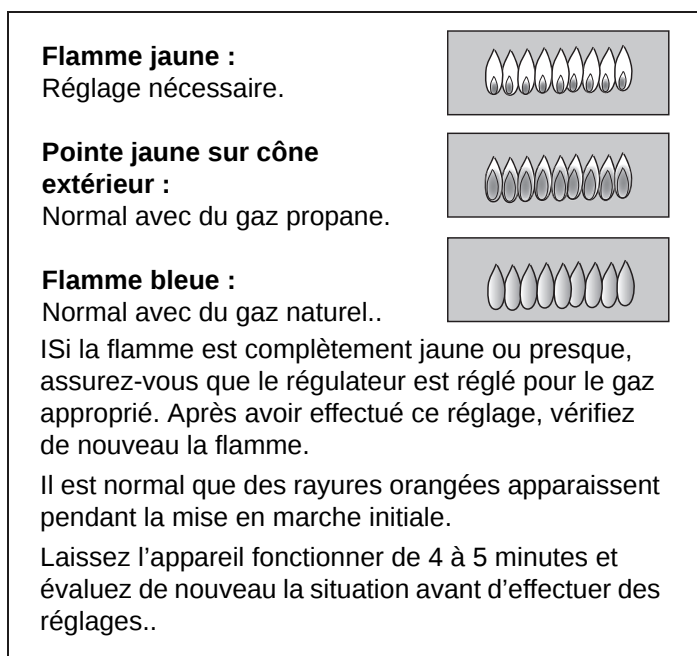
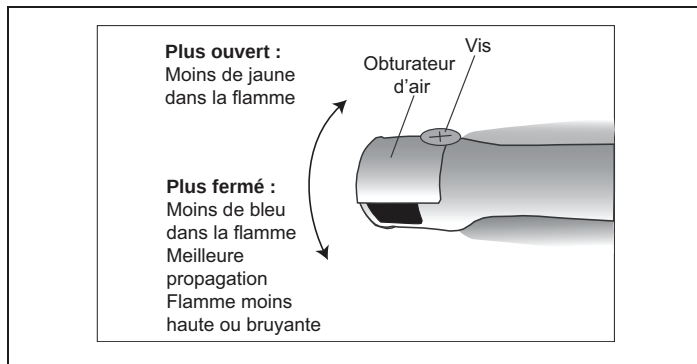

Figure 11 : Caractéristiques de flamme
Figure 12 : Ajustement des obturateurs d'air (si nécessaire)
Flamme : réglage haut. Tournez le bouton à la **position HI**. Consultez la figure 11 pour connaître les caractéristiques d'une flamme qui est considérée comme correcte.
Lorsque le brûleur est allumé, jetez un coup d'œil à la flamme (consultez la figure 11 pour connaître les caractéristiques d'une flamme normale). Si une partie ou la totalité de la flamme est jaune, vous devez ajuster l'obturateur d'air du brûleur (consultez la figure 12 et le processus d'ajustement de la flamme à la section suivante).
Les brûleurs en forme de tuyaux utilisés avec les appareils Thermador sont munis d'obturateurs d'air semblables à ceux de la figure 12. Ils peuvent être ajustés de la façon suivante (à moins qu'il soit déconseillé de le faire). Vous devez enlever le brûleur de l'appareil pour ajuster les obturateurs d'air.
- Ajustez l'obturateur à une position plus fermée si la flamme est trop élevée ou bruyante, ou si elle se propage mal. Ajustez l'obturateur à une position plus ouverte si la flamme est trop jaune (figure 12).
- Répétez cette procédure au besoin jusqu'à ce que les caractéristiques de la flamme soient acceptables (figure 11).
- Les flammes ont été vérifiées pour tous les brûleurs et les obturateurs d'air des brûleurs du four ont été adéquatement ajustés (si nécessaire). Consultez les figures 11 et 12.